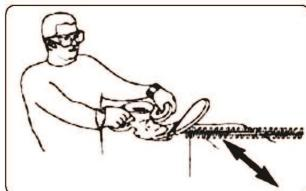

FIG. 14
**HAIES DE NIVEAU** — Pour obtenir des haies exceptionnellement droites, une ficelle peut être tirée le long de la haie et servir de guide. (Fig. 14)